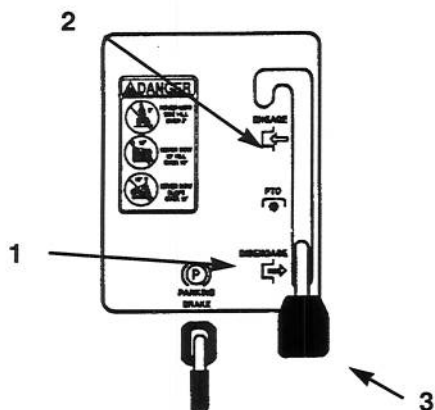

Figure 5
2. Mettre la commande des lames (prise de force) sur ENGAGED (EMBRAYEE) (Fig. 5).
2. Mettre la commande des lames (prise de force) sur DISENGAGED (DEBRAYEE) (Fig. 5).